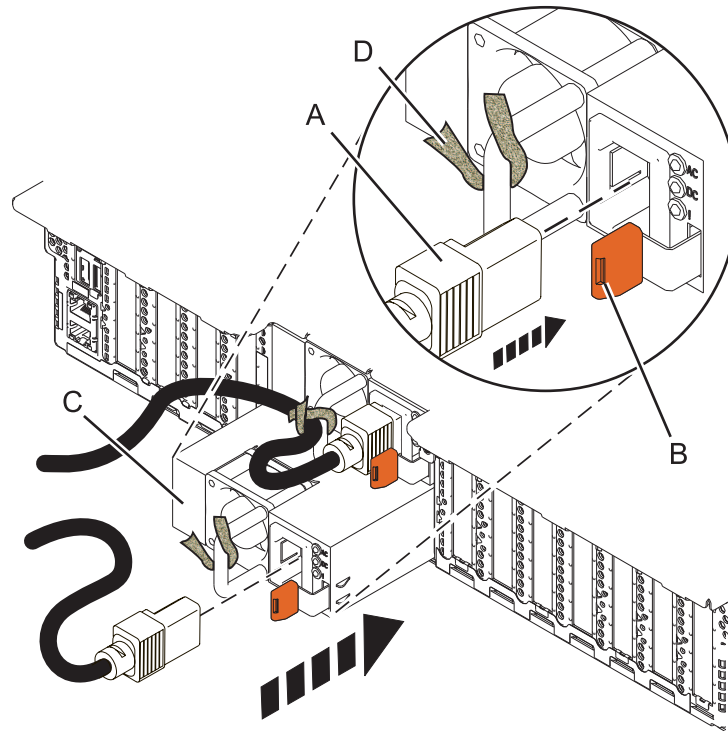

Figura 5. Substituir uma fonte de alimentação no sistema
3. Alinhe a fonte de alimentação (C) com o compartimento e faça deslizar a fonte de alimentação para o sistema até o trinco de cor terracota (B) fique fixado, tal como é demonstrado em Figura 5.
4. Ligar o cabo de alimentação (A) à fonte de alimentação (C), tal como é demonstrado em Figura 5.
5. Utilizar a presilha (D) e ligar o cabo de alimentação à pega da fonte de alimentação, tal como é demonstrado em Figura 5.